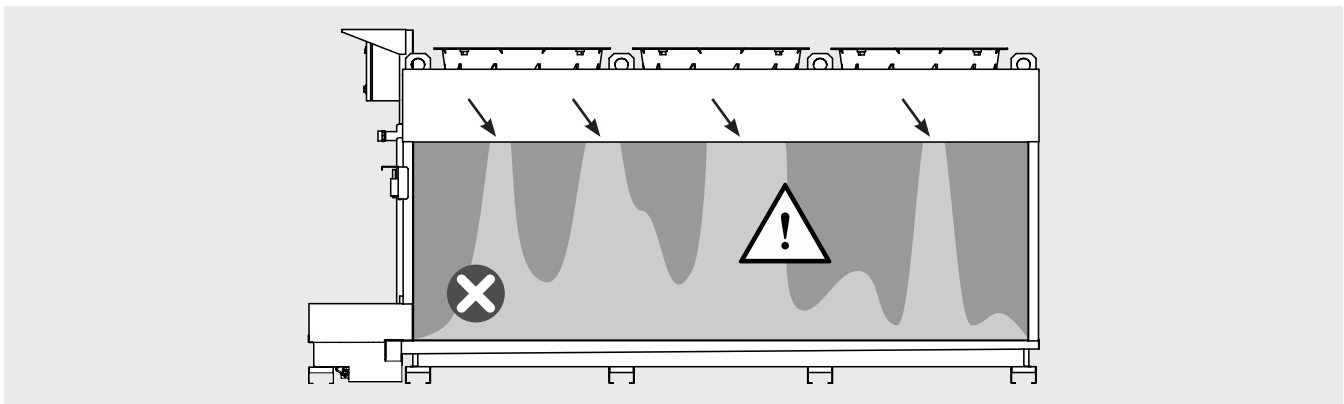

Figure 18
- 11.8 Lorsque le système adiabatique est en fonctionnement, vérifier la bonne répartition de l'eau sur les panneaux: une coloration uniforme plus foncée sur au moins 80% de la surface des panneaux est acceptable. Se référer au point 12.32. Voir la Figure 18 pour un exemple de coloration inacceptable.
- 12.12.1 Effectuer une inspection visuelle du système de distribution d'eau adiabatique sur les panneaux. Une distribution inégale de l'eau sur le panneau extérieur (coloration inégale du panneau, voir Figure 18) peut être attribuée à l'obstruction d'une ou de plusieurs buses à raccord rapide. Un écoulement anormal de l'eau pendant le fonctionnement du système adiabatique peut être attribué à une ou plusieurs buses endommagées. Le cas échéant, remplacez-les comme suit.